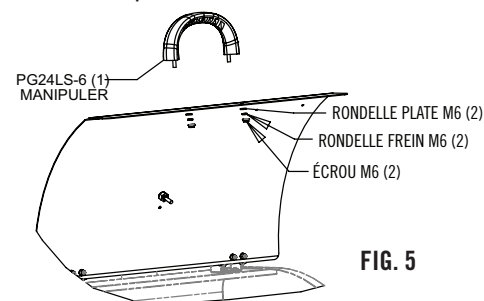

FIG. 5
1. Monter la poignée comme indiqué à la Fig. 5.